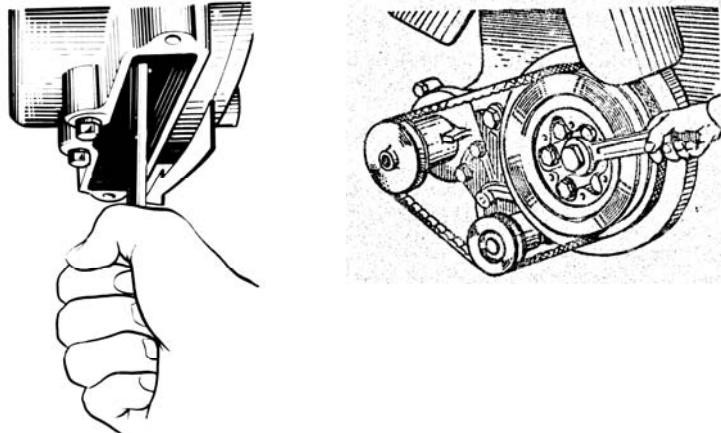

Рис. 55. Проворачивание коленчатого вала
4. Проворачивая коленчатый вал по часовой стрелке (при виде со стороны вентилятора) спереди ключом за болт крепления шкива или сзади воротком за маховик через люк в нижней части картера маховика, используя отверстия в маховике (рис. 55), установить момент, когда выпускной клапан первого цилиндра полностью поднимется (то есть закроется). Продолжая вращать коленчатый вал, повернуть его еще примерно на 1/3 оборота ( $\approx 120^\circ$ ). Это положение коленчатого вала соответствует такту сжатия в первом цилиндре и оба клапана этого цилиндра будут закрыты.
Вращать коленчатый вал можно ключом за болт крепления шкива коленчатого вала или ломиком за отверстия в маховике (рис. 55) при снятой крышке люка картера маховика.